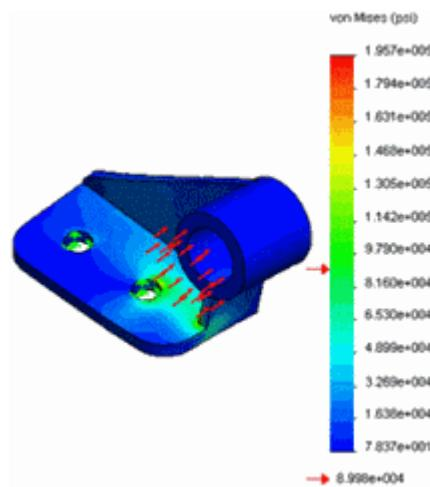

Рис. 1.5. Перегляд напруг деталі
8.2. Двічі натиснути кнопкою миші на команду **Напруга (-von Mises-)** для відображення епюри. Якщо епюра не існує, створіть цю епюру (рис. 1.5).